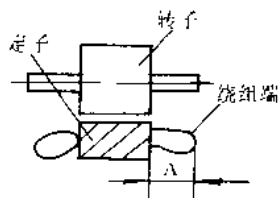

图 7 电机绕组端部
(1)首先从压缩机上拆下定子,记清定子出线部位作好记号,记住接线柱插头上接线位置,用尺量一下绕组端部位置的长度如图 7 所示(此点很重要,因压缩机机架内部位置是非常紧凑的,如稍不注意,则安装时绕组端部会挤压机架,造成短路,端部过长,就更无法装进机架)。